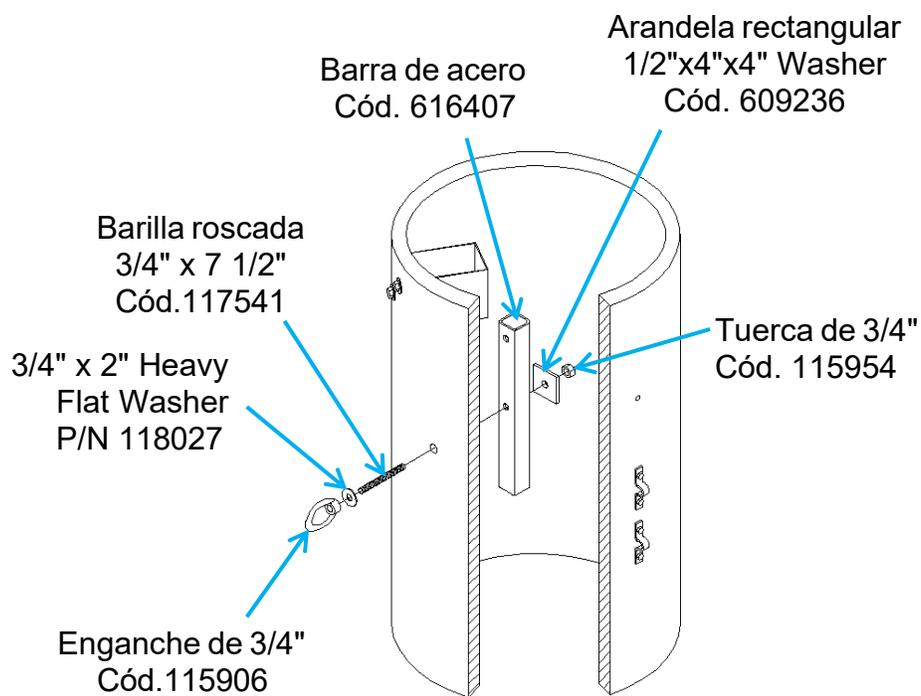

Figura 32
- 7) Si los cilindros se encuentran en buen estado el sistema deberá ser estirado a su largo original. Para estirar el sistema se deberá instalar la barra y enganche diseñado para estos efectos ver figura 32. Una vez que se ha estirado la barra y gancho deberá ser removido y almacenado para un uso posterior.